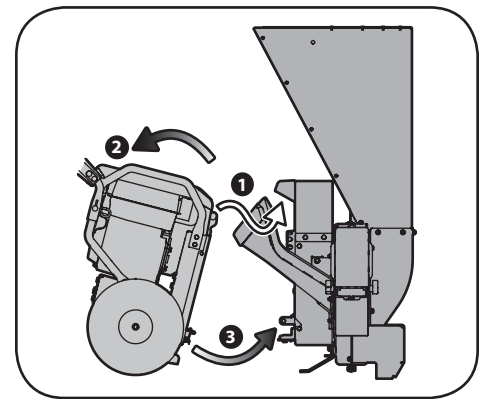

Figura 4-3
2. Haga rodar la base de potencia FLEX™ hacia adelante y vuélquela hacia arriba, enganchando la parte superior de la cortadora trituradora accesoria con el montaje de la manija que viene con la base de potencia FLEX™ (1 de Figura 4-3).
3. Vuelque la base de potencia FLEX™ hacia atrás para enganchar los dos puntos de conexión inferiores (2 y 3 de Figura 4-3).